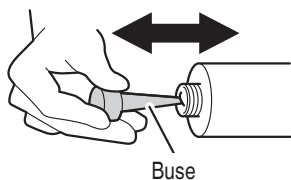

Fig. 18
- (2) Retirez la buse et utilisez l'extrémité coupée pour briser la membrane à l'intérieur de la cartouche, puis remplacez-la dans sa position d'origine. (Fig. 18)